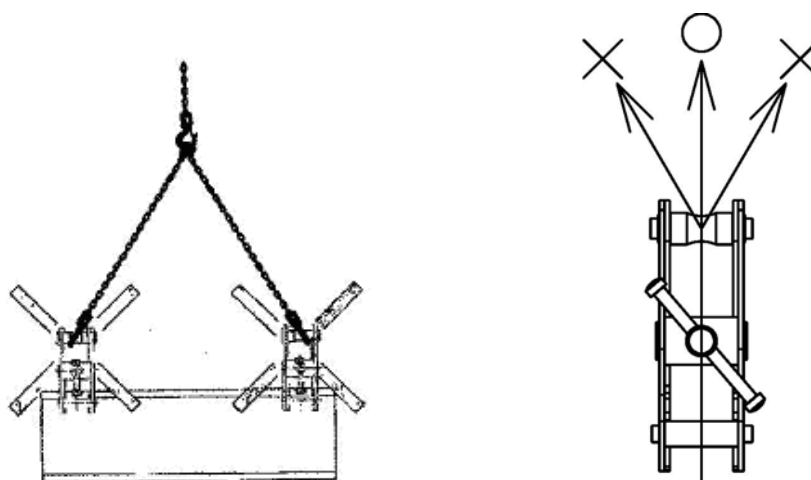

図3
- 正しくない支持ピンへのかけ方で横吊りや、斜め吊りを行うこと(図3参照)。